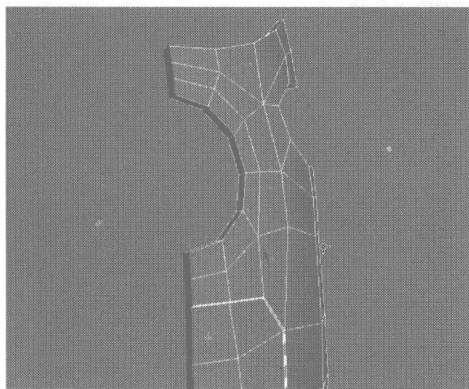

图 3.99
- 15** 选择面编辑模式，选择如图 3.99 所示面，将其删除。